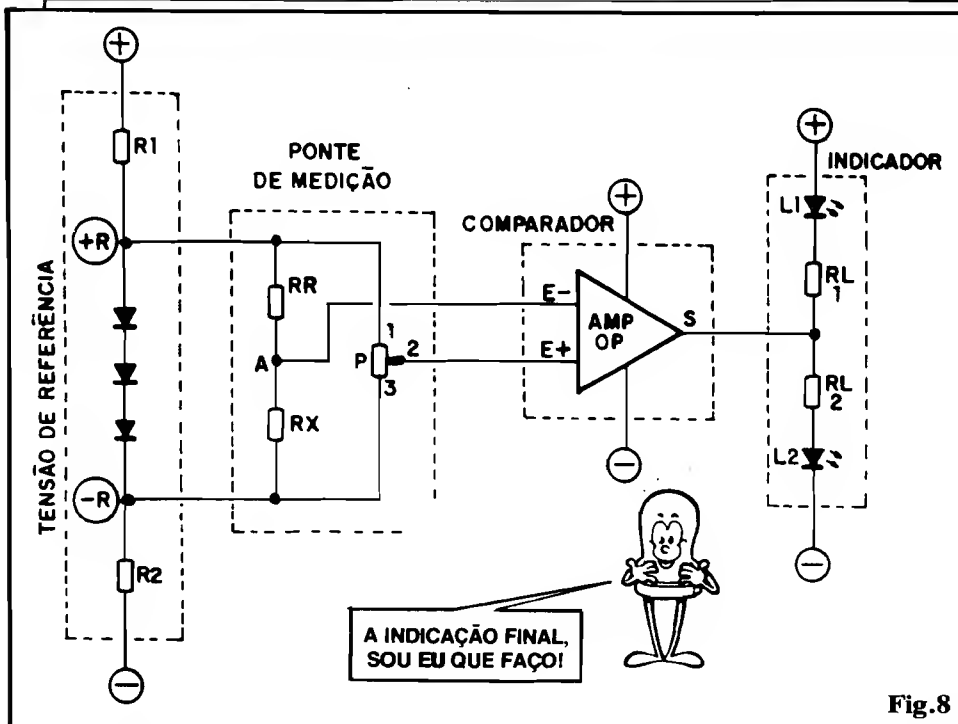
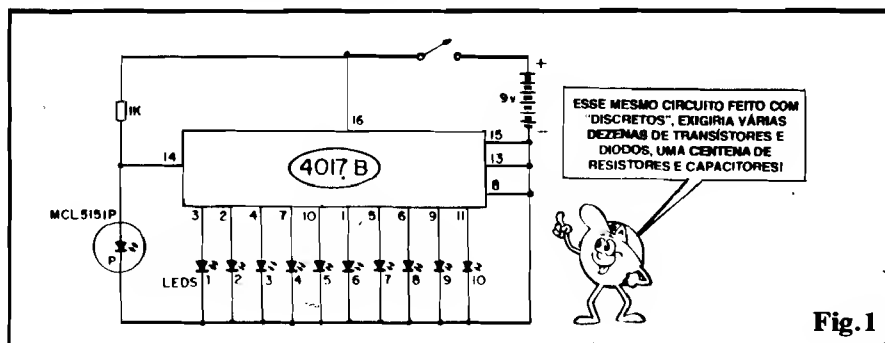

Fig.8
Fig.1
- FIG. 8 - O CIRCUITO - COMO FUNCIONA - Na análise funcional do circuito do OHMÍMETRO, podemos dividir o circuito basicamente em 4 blocos principais, conforme ilustram os **boxes** delimitados por linhas tracejadas, na figura... Acompanhem as presentes explicações observando, simultaneamente, o "esquema" da fig. 1... O primeiro bloco (esquerda, na figura) é o gerador de Tensão de Referência, estruturado sobre a "pilha" de 3 diodos comuns, com um resistor "em cima" (3K3) e outro "em baixo" (idem). A função desse bloco é estabelecer uma diferença de potencial tão fixa quanto possível, a partir das próprias "quedas de Tensão" naturais nos diodos (vejam a "Aula" de ABC nº 3). Esta Tensão de Referência, situada entre 1,8V e 2,1V (não importa precisamente **quanto**, mas sim a sua perfeita estabilidade...) fica mais ou menos "centrada" (graças à presença dos resistores "em cima e em baixo do totem" com relação aos 9V nominais da alimentação geral e - principalmente, **nunca muda**, mesmo que a bateria que alimenta o circuito - devido ao uso e ao tempo, tenha sua Tensão "derrubada", digamos para 8V ou mesmo menos... O segundo bloco é o da "ponte de medição", propriamente. Essa estrutura de "ponte" equilibrada (ou cujo equilíbrio
- FIG. 1 - DIAGRAMA ESQUEMÁTICO DO CIRCUITO - Novamente (embora o Leitor/"Aluno" ainda esteja meio "verde" na interpretação de "esquemas" com Integrados...) dá para se notar, logo "de cara", a extrema simplificação geral do arranjo, todo ele centrado num único representante (com o qual convivemos **muito**, e por **muito tempo**...) da grande "raça" dos DIGITAIS, pertencente à "família" dos C.MOS (Complimentary Metal-Oxyde Silicon). Na verdade, o Integrado 4017B faz, no circuito, praticamente **tudo** (com uma pequena ajuda de um mero "LED pisca", conforme veremos no final, no item "O CIRCUITO - COMO FUNCIONA"...). Notem que, "esquecendo" momentaneamente do próprio Integrado, e dos "manifestadores" dos circuitos (os 11 LEDs, sendo 10 "comuns" e um "pisca"...), temos (passagem...) apenas UM componente extra: o solitário resistor de 1K...! No mais, a alimentação, que devido à baixíssima demanda de Corrente pode, perfeitamente, ser suprida por uma simples bateria-
paz de promover a passagem da Corrente necessária ao tal acendimento (o 4017, como veremos em futuras “Aulas”, tem uma limitação interna de Corrente, de modo que as necessidades dos LEDs não são “ultrapassadas”, sob a Tensão recomendada para a alimentação...). No arranjo circuital adotado (fig. 1) os comandos do 4017 estão “autorizados” a recomençar sempre, automaticamente, a sequência, assim que a mesma atinja o seu último estágio... Dessa maneira, o círculo não para de “girar” (o ponto luminoso, após uma volta completa, inicia outra, e assim indefinidamente...). O que Vocês “precisavam” saber, por enquanto, aí está. Mais adiante, no nosso “Curso”, quando entrarmos no fascinante campo da Eletrônica Digital, veremos mais (e surpreendentes...) detalhes sobre o funcionamento do 4017, e de seus “familiares” da série C.MOS 40XX... Usar, o 4017, contudo, fá-lo-emos desde já (esse “fá-lo-emos” aí pegou nos “bagos”, né...?) pois trata-se de um Integrado “gostossíssimo” para montagens diversas e fantásticas, destinadas a demonstrar as potencialidades da moderna micro-eletrônica!